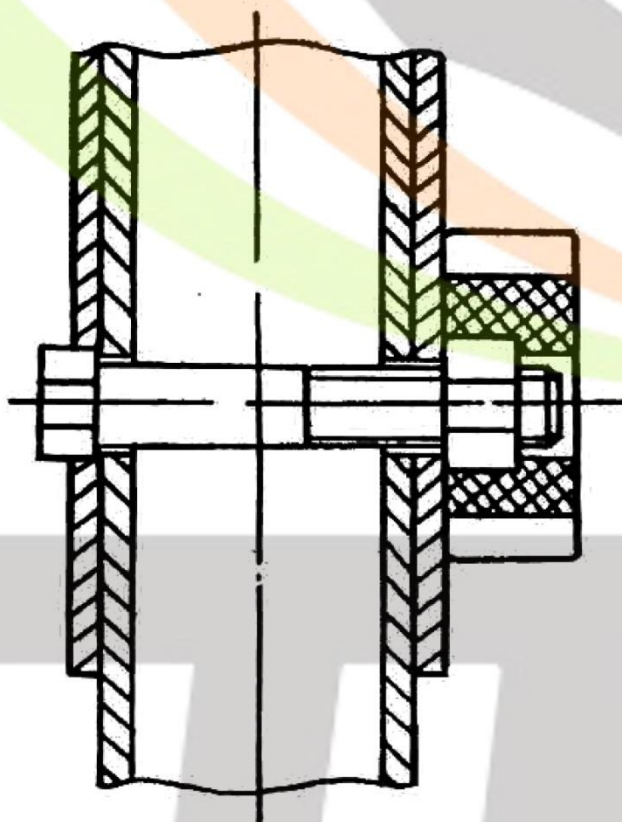

Рис. 6
7. Для получения размеров 1600мм и 2400мм по высоте верхней поверхности жердей от пола необходимо ослабить растяжки, отвернуть гайку (см. рис. 6), вытянуть болт, поднять стойку на необходимую высоту, вставить болт и затянуть гайку.